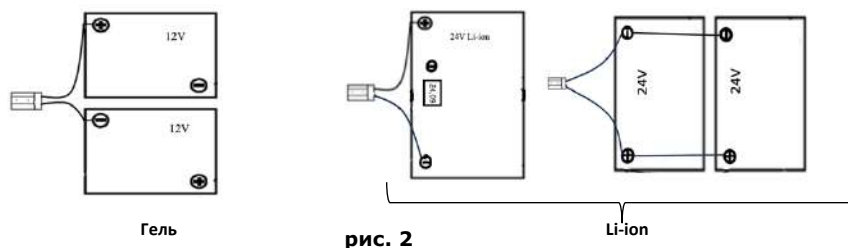

рис. 2
3. Аккуратно установите аккумуляторы в батарейный отсек и подключите их в соответствии со схемой на рис.2, подсоедините разъем аккумуляторных батарей к разъёму машины.